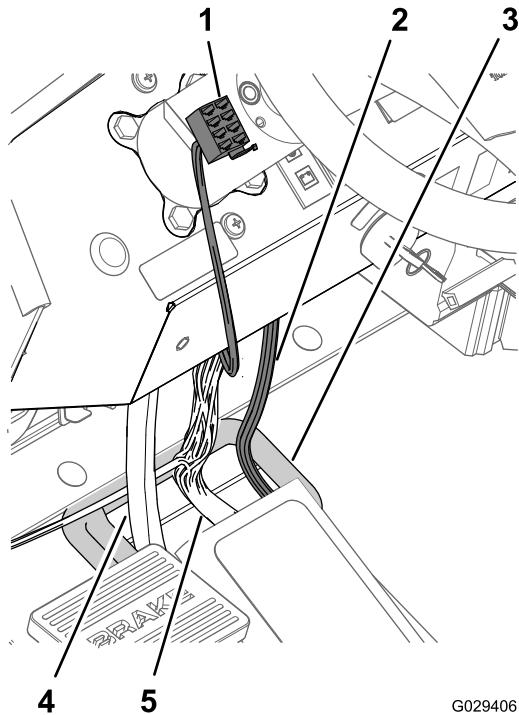

图 16
4. 安装 240cm 仪表板支管末端的 8 插槽接头穿过仪表板直到转向塔的左侧 **图 16**。